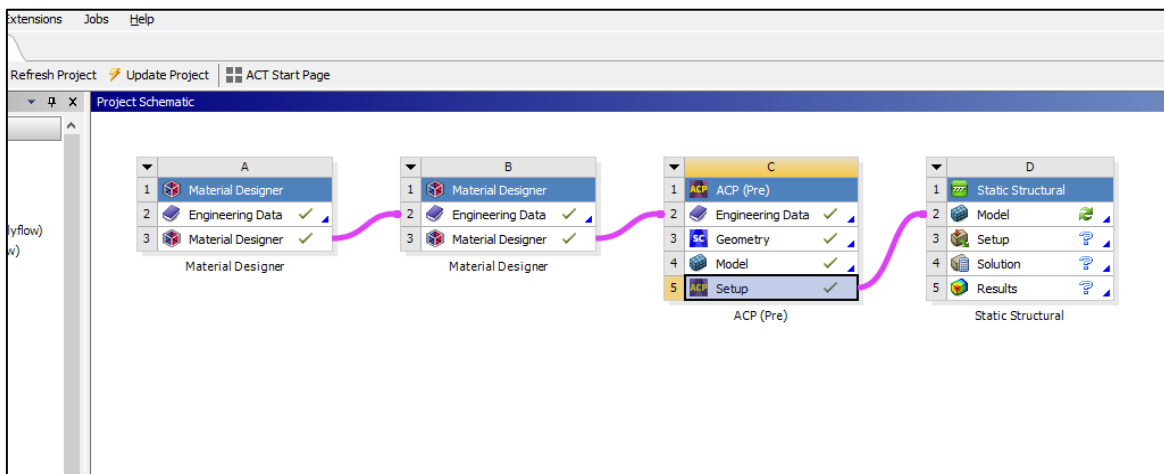

Рис. 33. Готовый проект
18. В итоге должен получиться проект, имеющий следующую цепочку модулей (рис. 33).